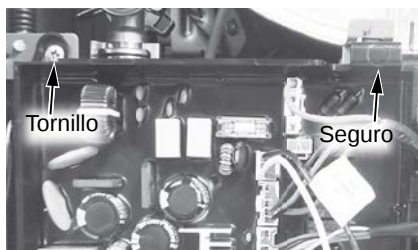

Figura 112 - Ubicación de la placa de control.
- 6** Ubique el tornillo que fija el panel de la placa de control, como se muestra en la Figura 112. Use un destornillador Phillips para retirar el tornillo y déjelo a un lado en un lugar seguro para volver a instalarlo.